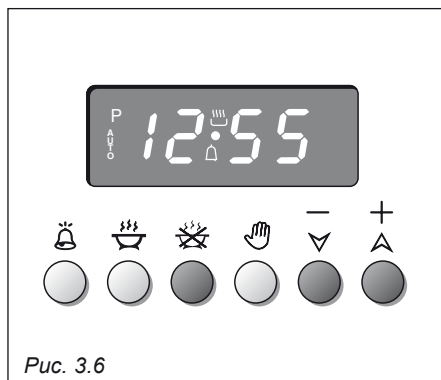

Рис. 3.6
2. Для установки времени окончания приготовления нажмите на кнопку  (появится время приготовления, уже прибавленное к времени на часах) и кнопки  (+) (Рис. 3.6).